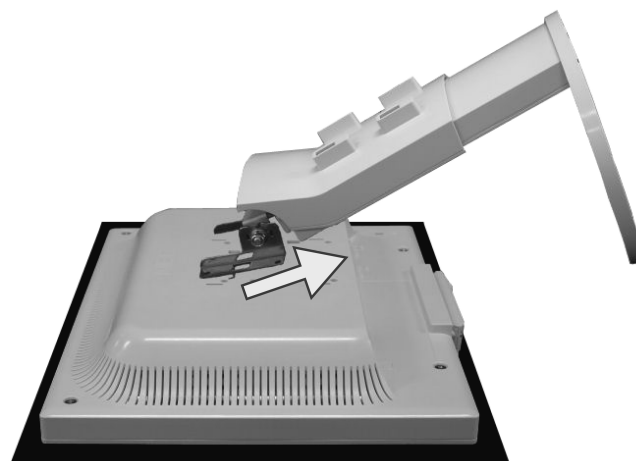

Рисунок S.5
7. Поднимите подставку, чтобы она вышла из нижних пазов, и снимите ее (**Рисунок S.5**).